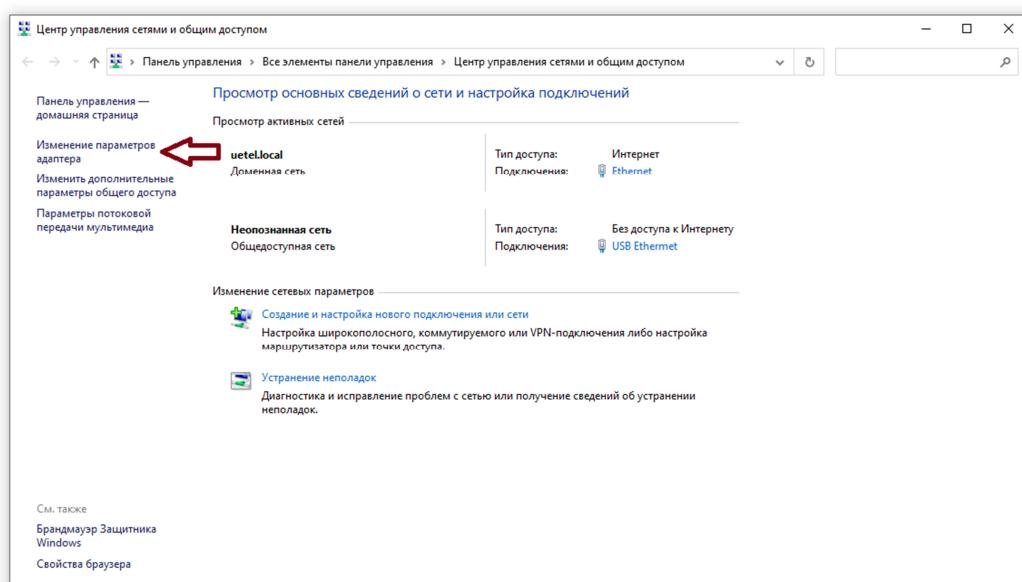

Рис.1.1. Центр управления сетями и общим доступом
- 1.2.1. Перейдите в Центр управления сетями и общим доступом -> измерение параметров адаптера. (см. рис. 1.1.).